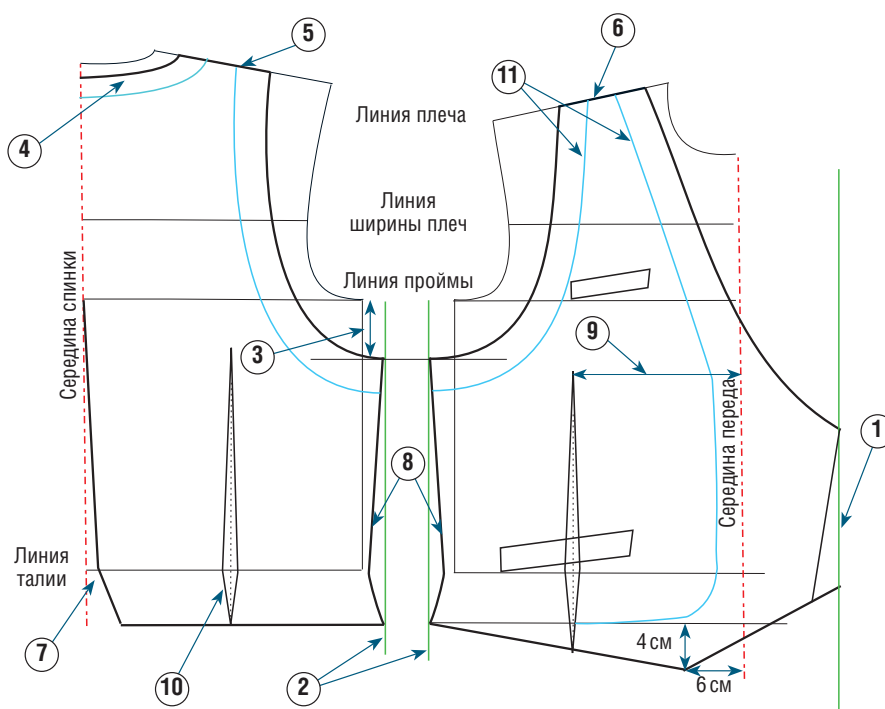
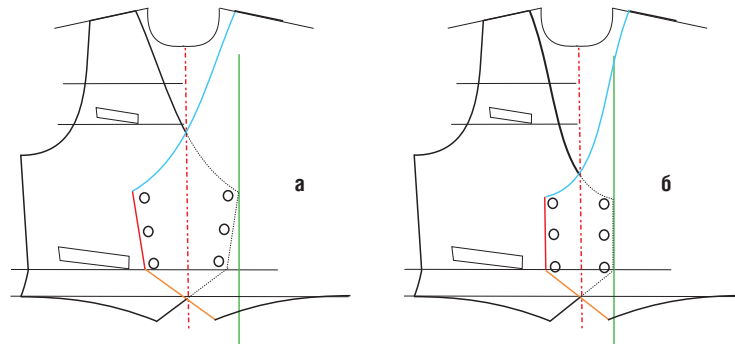

Рис. 1
Рис. 2
Сначала сделайте базовый чертеж (на рис. 1 он отмечен тонкими линиями) на основе стандартных или индивидуальных мерок (см. с. 20). Этот чертеж следует выполнять тонкими карандашными линиями, чтобы впоследствии их легко можно было стереть ластиком, а корректирующие линии были хорошо видны и понятны.
- ① Начертите линию, параллельную середине переда, чтобы обозначить ширину полузаноса (на рис. 1 она отмечена зеленым цветом). Подробности выполнения этого этапа показаны на рисунке 2 на с. 58.
- ② Начертите линию, обозначающую расширение обхвата груди (10 см). Поскольку выкройка делается на одну половинку полочки (переда) и одну половину спинки, нарисуйте параллели к боковым линиям спинки и переда на расстоянии 2,5 см ($10 : 4 = 2,5$; на рис. 1 отмечены зеленым цветом).
- ③ Увеличьте глубину проймы на 7–8 см (в зависимости от особенностей телосложения) и отметьте новую линию проймы коротким штрихом, параллельным к базовой линии проймы.
- ④ Опустите горловину спинки на 2 см и расширьте ее примерно на 3 см. Начертите кривую горловины так, чтобы углы стыка полочек не торчали и были плоскими. Подробно эти действия показаны на рис. 2 на с. 24.
- ⑤ От точки расширения горловины отложите длину плеча (7–10 см в зависимости от размера будущего изделия и индивидуальных особенностей телосложения). От крайней точки длины плеча начертите кривую проймы с учетом измененной глубины и прибавки на свободное облегание, добавленной к ширине груди.
- ⑥ Расширьте горловину переда на 3 см, как и горловину спинки, после чего перенесите длину плеча, отложенную по линии спинки. От крайней точки длины плеча начертите кривую проймы с учетом скорректированной глубины проймы и ширины груди.
- ⑦ На середине спинки сделайте вытачку с раствором 1,5 см и длиной, ограниченной линией проймы. В нижней части середины спинки сделайте прорезь, отметив косой край от линии талии. Угловой конец прорези должен находиться на расстоянии примерно 2–3 см от середины спинки.
- ⑧ Постройте боковую вытачку. Со стороны спинки ее раствор должен составлять 1,5 см, а со стороны полочки – 2 см.
- ⑨ Чтобы сделать талиевую вытачку на полочке, прежде всего отступите от линии середины переда на расстояние, равное $1/8$ части обхвата груди, и начертите ось вытачки (например, если обхват груди = 102 см, то $102 : 8 = 12,75$ см). После этого постройте вытачку с раствором 2 см. Как правило, ее длина не превышает 15–17 см.
- ⑩ Ось талиевой вытачки спинки размещается на одинаковом расстоянии от боковой линии и линии середины спинки. Сама вытачка доходит почти до уровня проймы.
При построении полужаноса с двойной застежкой на пуговицы необходимо прежде всего определить глубину выреза (на рис. 2 отмечена голубой линией), а затем расстояние между двумя рядами пуговиц и их точное местоположение. Для этого надо начертить вертикаль или провести наклонную линию (отмечена красным). По этим ориентирам легче сделать правильный чертеж, зная, что нижние точки выреза, с одной стороны, и одинаковые точки низа переда (отмеченного оранжевыми линиями) – с другой, обязательно должны пересекаться между собой по линии середины переда. Для получения более подробной информации о построении низа жилета вернитесь на с. 33.